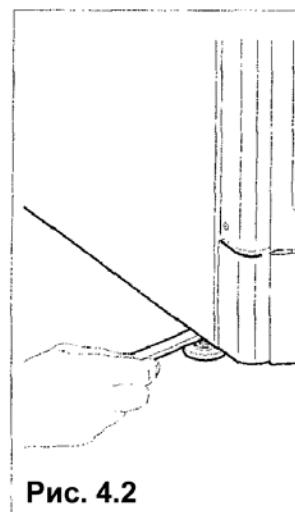

Рис. 4.2
- Установите торговый автомат, используя для его выравнивания регулируемые ножки, уже прикрепленные к автомата (рис. 4.2). Проверьте, чтобы наклон автомата не превышал 2 градусов.